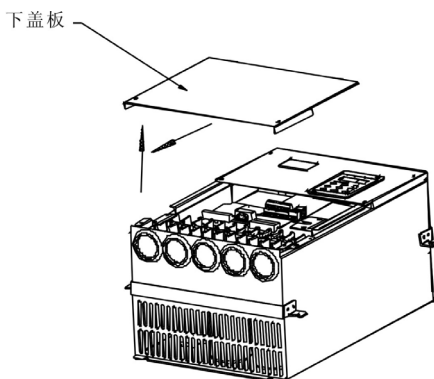

图 3-3 钣金外壳下盖板拆卸图
18.5G/22P 以上 MD 系列变频器采用钣金外壳，钣金外壳下盖板的拆卸参见图 3-3。可用工具直接将下盖板的螺丝拧松即可。